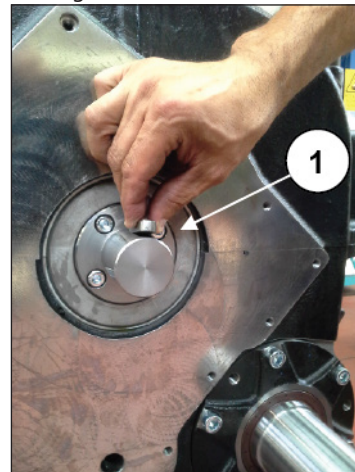

Abb. 124
Setzen Sie die Passfeder in ihren Sitz am Schaft der Ölpumpensteuerung (Pos. ①, Abb. 124).